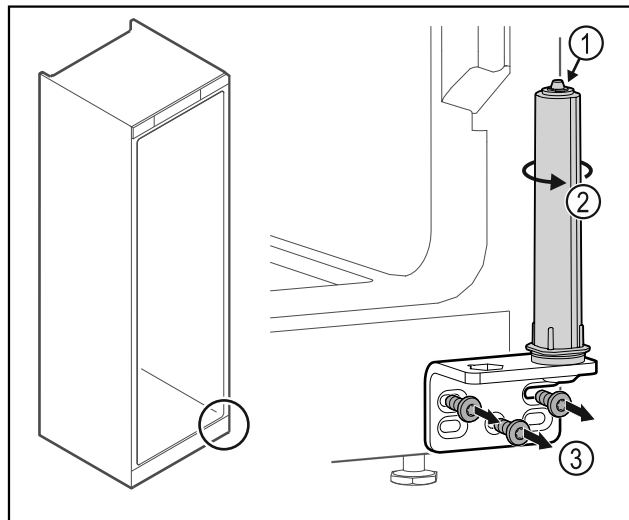

Fig. 21
- Türschließsystem nicht zerlegen Fig. 21 (1).
- Schließsystem Fig. 21 (2) drehen, bis es klickt.
- Scharnierwinkel Fig. 21 (3) abschrauben.